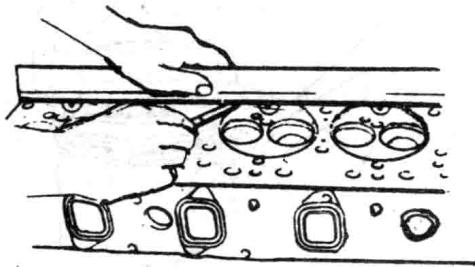

图1-5 测量汽缸盖下平面
①测量汽缸盖下平面,如图1-5所示,在6个不同方向用直尺和厚薄规进行检查。汽缸盖下平面翘曲使用的标准值 $\leq 0.05\text{mm}$ ,使用限度为 $0.2\text{mm}$ 。